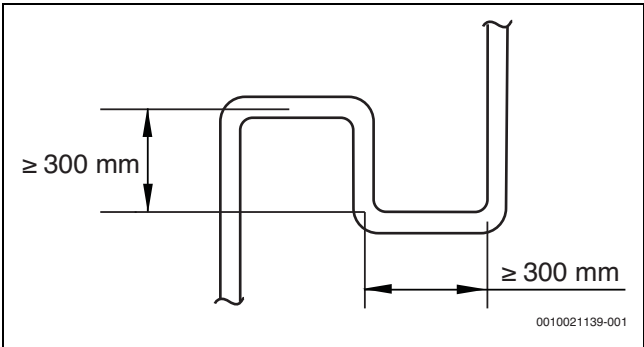

Fig. 132
- Si l'unité extérieure est positionnée plus haut que l'unité intérieure et que le dénivelé est supérieur à 20 m, il est recommandé d'installer un coude de retour d'huile tous les 10 m dans le tuyau de gaz de la conduite principale. Les caractéristiques techniques recommandées pour le coude de retour d'huile sont indiquées dans la figure 132.